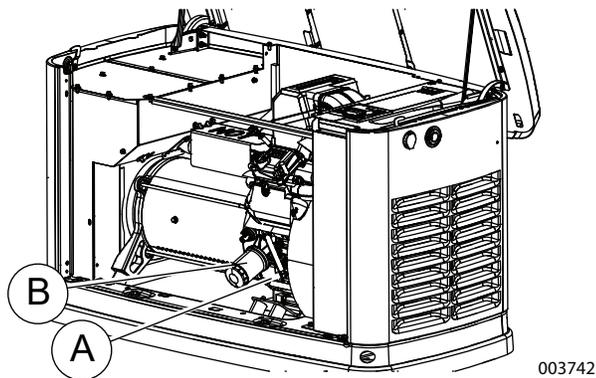

Figure 4-1. Emplacement du filtre à huile et du point de vidange
2. Voir **Figure 4-1**. Patientez quelques minutes après l'arrêt du moteur. Une fois ce dernier légèrement refroidi, soulevez le couvercle et retirez le panneau avant. Dégagez le flexible de vidange d'huile (A) de sa pince de fixation. Retirez le capuchon du flexible et vidangez l'huile dans un bac approprié.